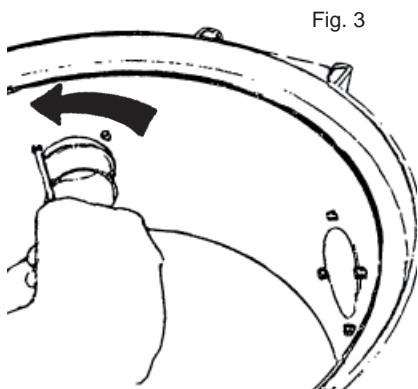

Fig. 3
1. Solte a tomada do tubo de aspiração desapertando os quatro parafusos Torx de combinação com uma Torx T20 ou chave de parafusos normal, Fig. 3.